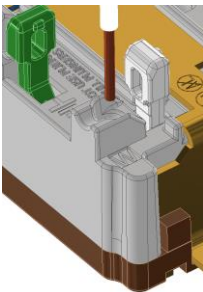

Fig. 7
3. Inserte los conductores en las cámaras de cableado correspondientes de acuerdo con la Tabla 1. Consulte la Fig. 7.